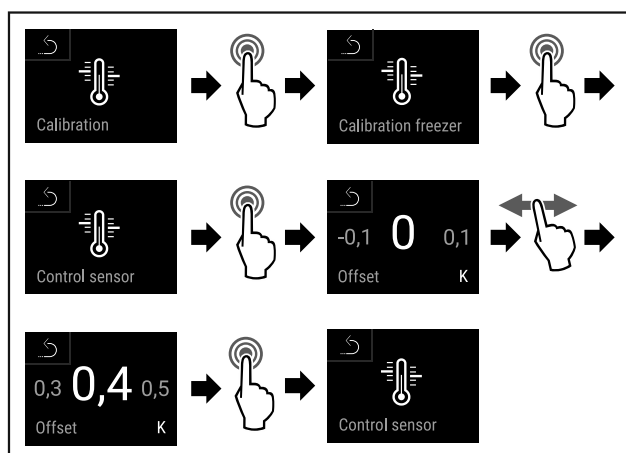

Fig. 140
- ▶ Провести етапи операцій (див. Fig. 140) .